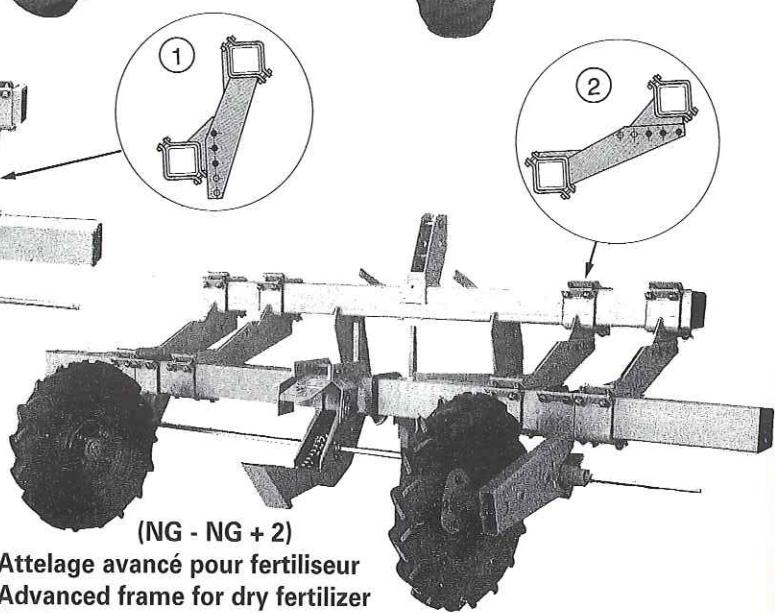

Fig. 6
B — Une position fig. 6 pour utilisation avec fertiliseur.
suivant ② pour châssis fig. 6.
B — Position fig. 6 to be used with fertilizer.
as shown ② for frame fig. 6.
B — Abb. 6 Ausführung für die Benutzung mit Düngerstreuer.
Möglichkeit ② für den Rahmen Abb. 6.
B - Montage zoals in fig. 6 voor toepassing met kunstmeststrooier
- volgens methode ② voor frame fig. 6.